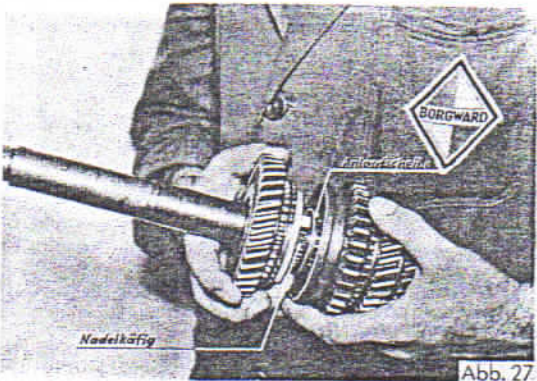

Abb. 27
10. Anlaufscheibe für Schraubenrad des 1. Ganges auf die Hauptwelle mit den Schmiernuten nach oben aufsetzen. Nadelkäfig für Schraubenrad des 1. Ganges mit Öl benetzt auf Hauptwelle aufsetzen (siehe Abb. 27).
12. Schraubenrad für 1. Gang mit Sperrzahnring auf Hauptwelle aufsetzen. Die Nasen des Sperrzahnringes müssen in die Aussparungen des Schaltschiebers fassen (Abb. 27).